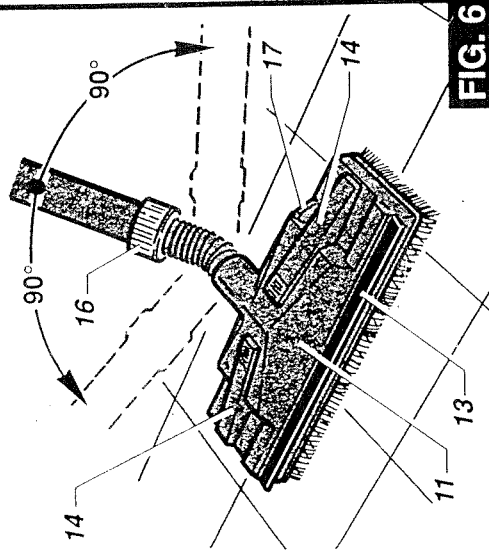

FIG. 6
Le coude vient ensuite s'intercaler entre le flexible ou le dernier manchon et les différentes brosses. A l'aide du petit poussoir (17) fig.6 vous pouvez bloquer ou rendre amovibles les brosses.
b) les joints de carrelage (fig.6)